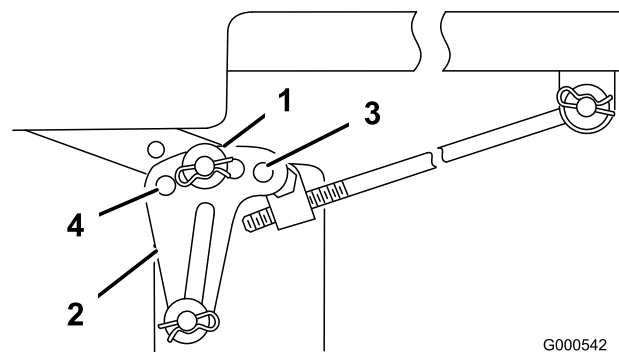

Figure 54
6. Enlevez la goupille fendue et la rondelle de l'une des pattes de mise à niveau (Figure 54).
7. Pour mettre les lames de niveau, fixez les pattes de mise à niveau dans un autre trou à l'aide de la rondelle et de la goupille fendue (Figure 54). Utilisez un trou plus en avant pour réduire la hauteur de ce côté, ou un trou plus en arrière pour l'augmenter. Réglez les deux côtés selon les besoins.